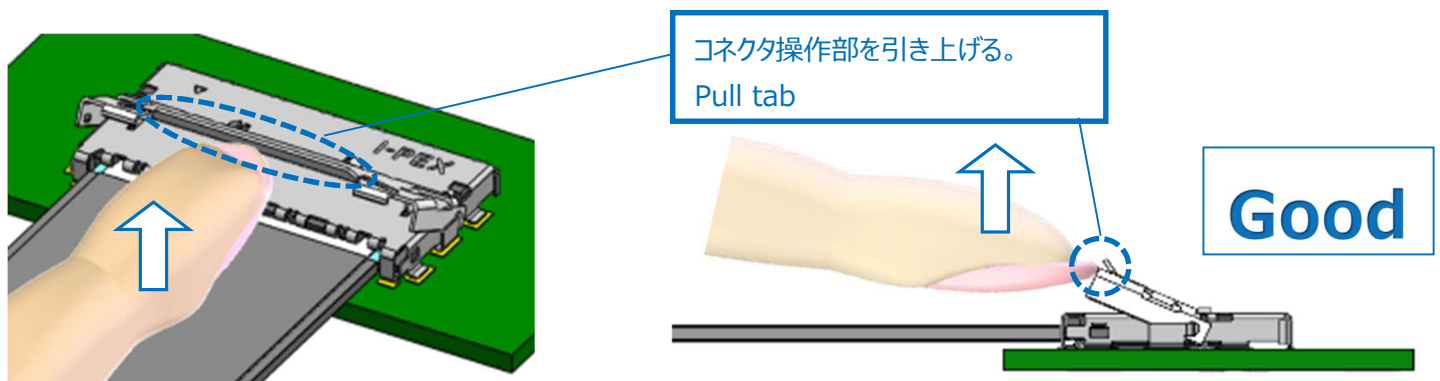

図. 3-1 FFC 抜去方法 1 / Fig.3-1 FFC removal method 1
① 図 3-1 の様に、コネクタ操作部を上方向に引き上げる。
Pull the tab to open the cover as shown in fig. 3-1.